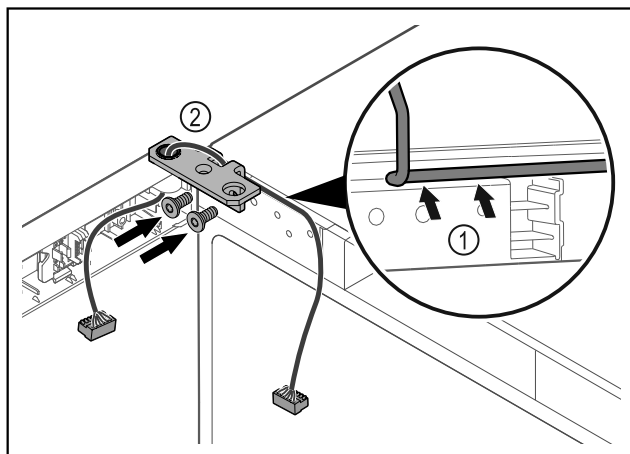

Fig. 44
- Pasar el cable por la escotadura de la escuadra de bisagra y tenderlo con cuidado Fig. 44 (1).
- Atornillar la escuadra de bisagra Fig. 44 (2).